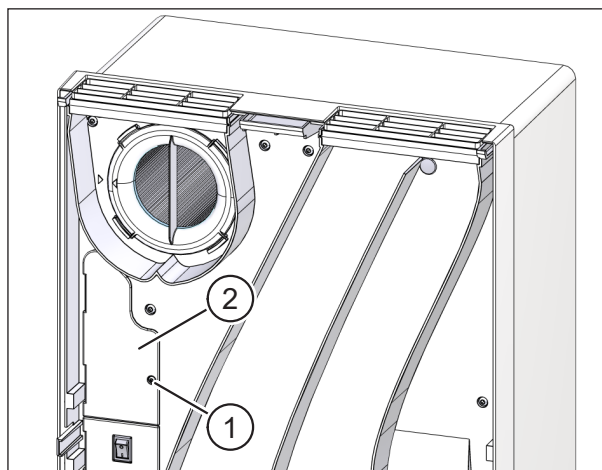

Fig. 33: Demontarea plăcii de acoperire a compartimentului electronic
- ▶ Utilizați șurubelnița pentru a slăbi șurubul Torx (elementul 1 în Fig. 33) de pe placa de acoperire a compartimentului electronic (elementul 2 în Fig. 33).